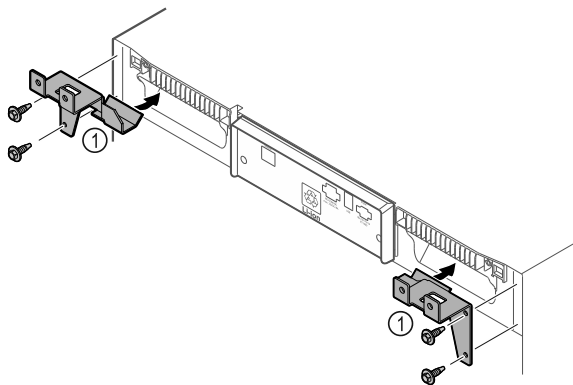

Fig. 10
- Montare i componenti di tenuta Fig. 10 (1) con viti autofilettanti sul dispositivo.